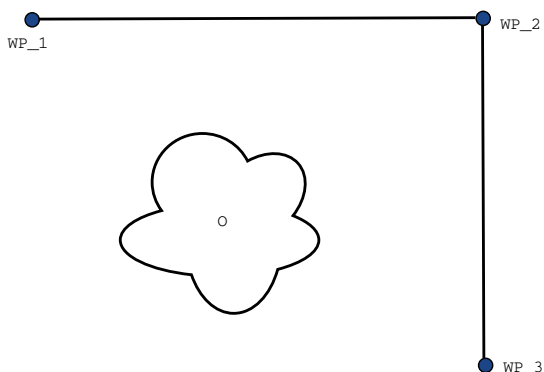

Figura 14.2: WP_1: poziția inițială, WP_2: punct via, WP_3: poziție ridicare, O: obstacol.
Exemplu Luați ca exemplu o aplicație de ridicare și plasare (vezi figura 14.2), unde robotul se află momentan la punctul de trecere 1 (WP_1), și trebuie să ridice un obiect la punctul de trecere 3 (WP_3). Pentru a evita coliziunile cu obiectul și alte obstacole (O), robotul trebuie să